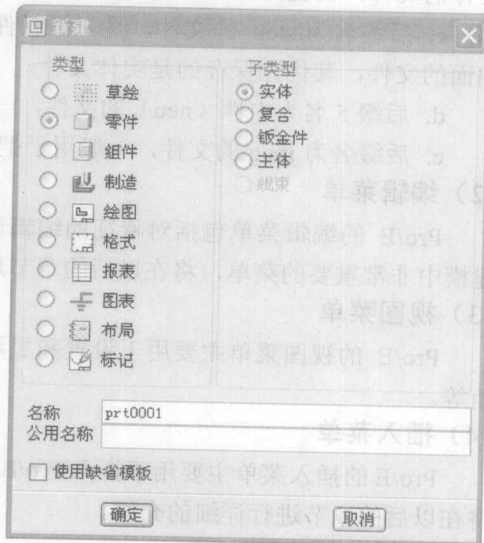

图 1-5 【新建】对话框
① **新建文件** 单击文件菜单中的【新建】选项，系统显示【新建】对话框，如图 1-5 所示，该对话框包含要建立的的文件类型及其子类型，其中 Pro/E 提供的 10 种类型的功能模块。